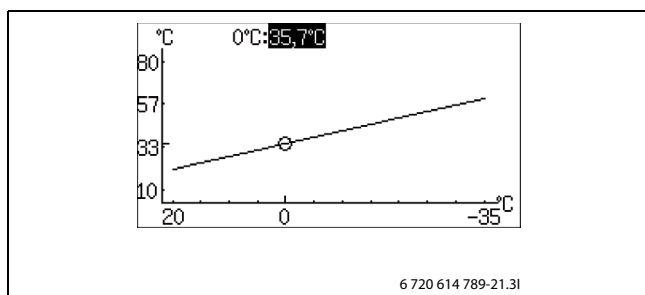

Bild 63
- ▶ Vrid ratten när fyrkanten är markerad tills 0 °C är markerad (→ Bild 63).